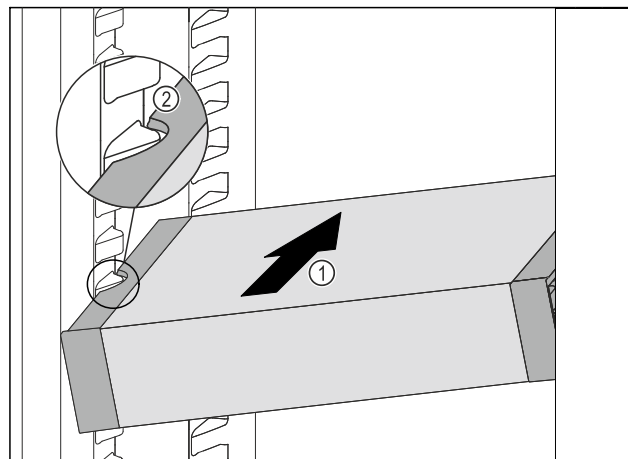

Fig. 124
- Futni pjerrtas VarioSafe në pjesën e ftohjes Fig. 124 (1), derisa foletë anësore Fig. 124 (2) të VarioSafe të jenë në lartësinë e brinjëve të kutisë në pjesën e ftohjes.